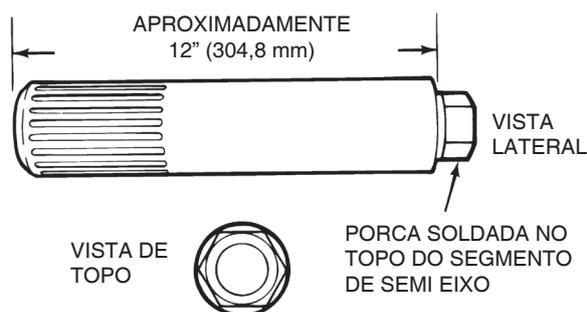

Figura 5.27
1. Faça uma ferramenta de inspeção usando um semi-eixo que tenha o entalhado combinando com o entalhado do planetário. Corte o semi-eixo com aproximadamente 304,8 mm (12"). Solde uma porca na extremidade oposta ao entalhado. Figura 5.27.